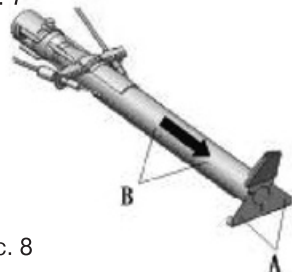

Рис. 8
- открутите винт (рис. 8), крепящий горелку, и снимите ее;